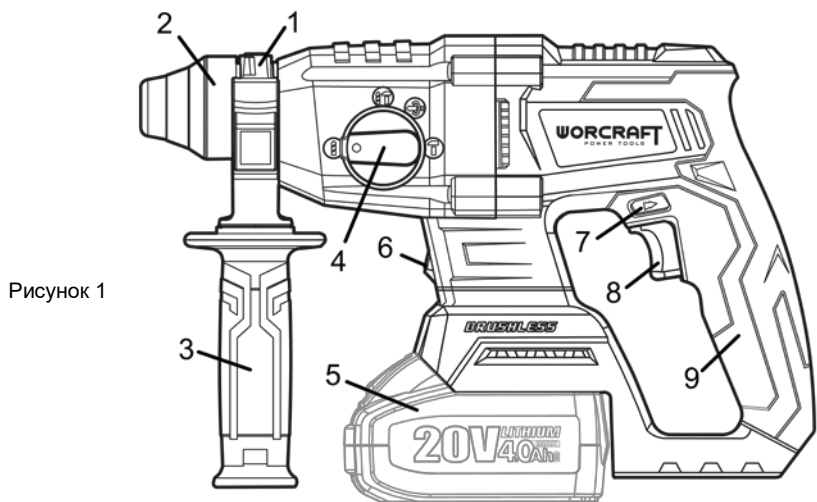

Рисунок 1
**4.1** Після під'єднання акумуляторної батареї (продається окремо!), виберіть необхідний режим роботи виробу за допомогою перемикача (4) (див. рисунок 1).
Для ввімкнення виробу натисніть на пускову кнопку (8, рисунок 1) з необхідним зусиллям для обраної швидкості обертання двигуна. Для вимкнення виробу слід кнопку відпустити.